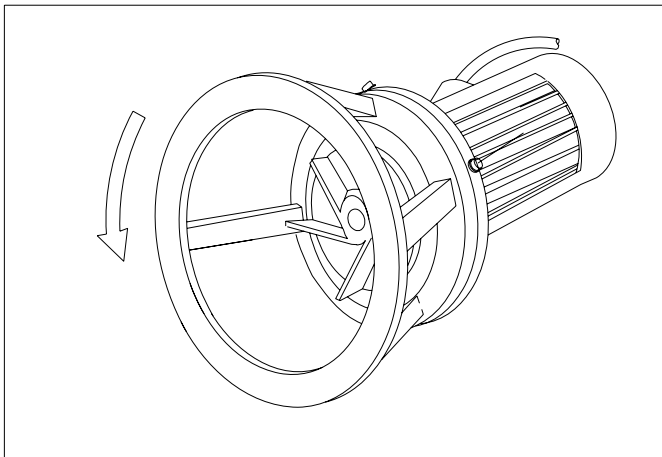

Fig. 5.2
1. Coloque a misturadora em posição horizontal. Arranque a misturadora. O sentido de rotação correcto é, visto a partir do anel de posição, contrário ao dos ponteiros do relógio (ver a Fig. 5.2).